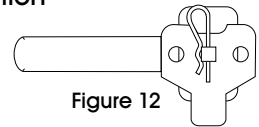

Figure 12
Ensuite, insérez la goupille fendue de verrouillage (13) dans le trou de la tige carrée. (Voir Figure 12)